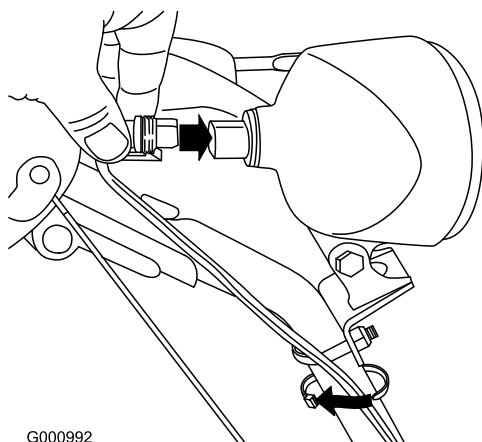

Figure 17
1. Branchez directement le connecteur qui est au bout du fil à l'arrière du phare et enfoncez-le bien en place (Figure 17).
**Remarque:** Assurez-vous que l'attache en plastique du connecteur se trouve en bas (Figure 17).
2. Attachez un serre-câble (pris dans le sachet de pièces détachées) autour du câble et du guidon à environ 2,5 cm (1") en dessous de l'étrier fileté (Figure 17).